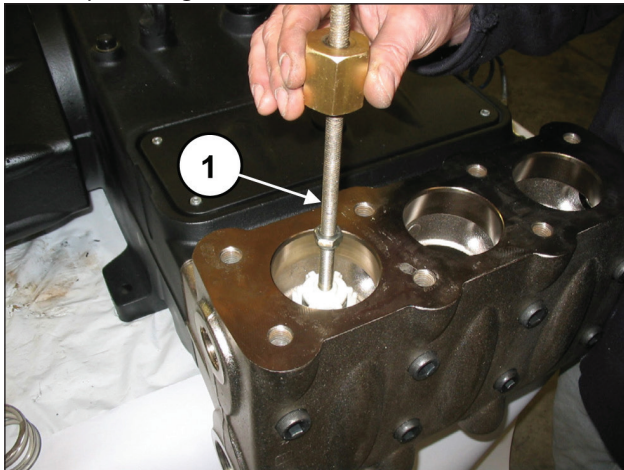

Fig. 92
Extraia o grupo da válvula de descarga, mediante o uso de um martelo perfurador, para aplicar no furo M10 da guia da válvula (pos. ①, Fig. 92).